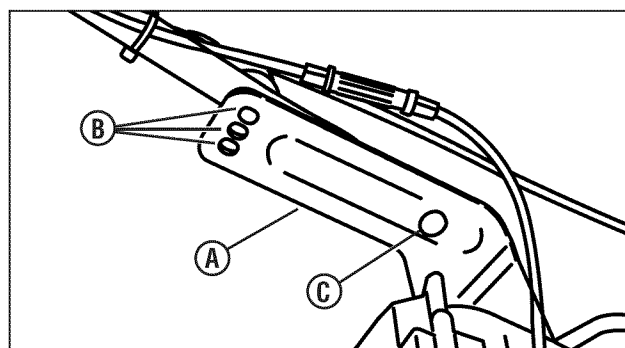

Figura 8: Ajuste de la altura del mango
1. Quite la perilla del manilla, las arandelas y los pernos de transporte del manilla inferior (**A, Figura 8**).
**NOTA:** No retire el juego inferior de aditamentos del manilla (C).